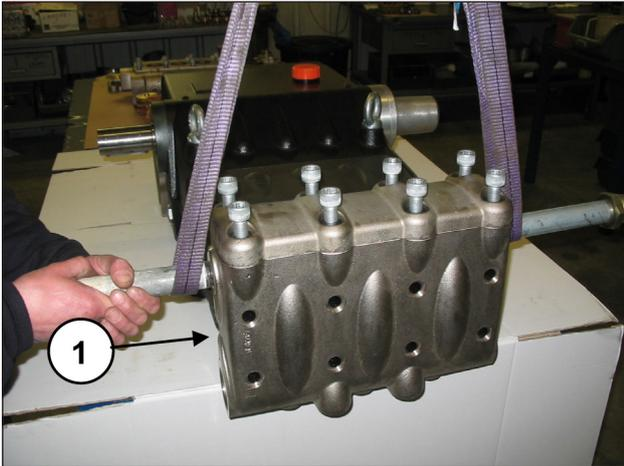
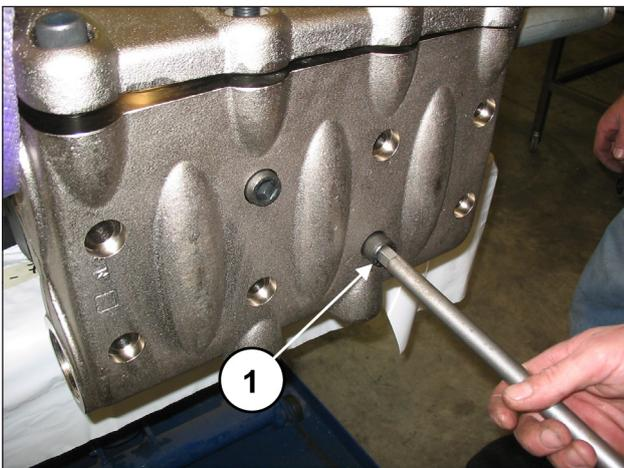

Fig. 134
Fig. 135
Monte o cabeçote no carter da bomba (pos. ①, Fig. 134), prestando atenção para não bater os pistões e soltar os oito parafusos M16x150 (pos. ①, Fig. 135).
**Aperte os oito parafusos M16x150, começando com os quatro parafusos internos, de modo transversal (ver Fig. 135), para depois prosseguir com os quatro parafusos externos, sempre apertando de modo transversal**